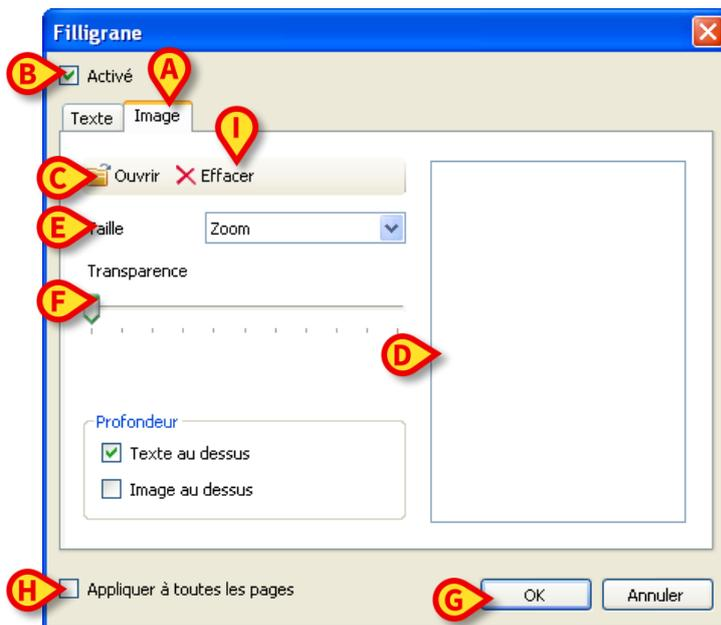

Fig 26
- Cliquez la fiche **Image** indiquée à la Fig 26 **A**
La fenêtre suivante est affichée (Fig 26).
- Vérifiez que la case **Activé** est cochée (Fig 26 **B**). Si non, le contenu de la fenêtre ne peut être édité
- Cliquez le bouton **Ouvrir** indiqué à la Fig 26 **C**
L'image est affichée dans l'espace indiqué à la Fig 26 **D**.
- Utilisez le menu drop-down **Taille** pour fixer la dimension de l'image (Fig 26 **E**)
- Utilisez le curseur **Transparence** pour fixer le niveau de transparence de l'image filigrane/watermark (Fig 26 **F** – transparence maximale quand le curseur est sur la gauche-)
- Cliquez le bouton **Ok** (Fig 26 **G**)
Si la case "**Appliquer à toutes les pages**" est sélectionnée (Fig 26 **H**) la filigrane s'applique à chaque page du document, autrement elle ne s'applique que à la page actuellement affichée.
- Cliquez le bouton "**Effacer**" indiqué à la Fig 26 **I**